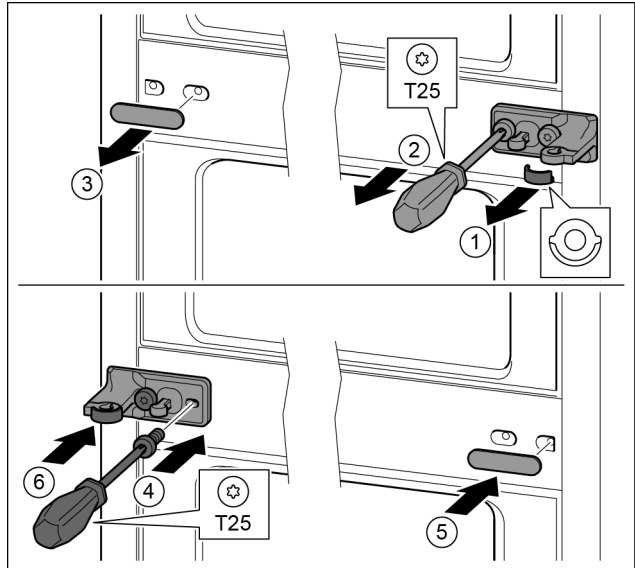

Fig. 29
- ▶ Свалете шайбата. Fig. 29 (1)
- ▶ С отвертка T25 отвийте винтовете. Fig. 29 (2)
- ▶ Свалете внимателно капака. Fig. 29 (3)
- ▶ Затегнете здраво от другата страна лагерната стойка с фолио, завъртяна на 180°. Fig. 29 (4)
- ▶ Поставете капака, завъртян на 180°, от другата страна. Fig. 29 (5)
- ▶ Нахлузете отпред шайбата. Fig. 29 (6)